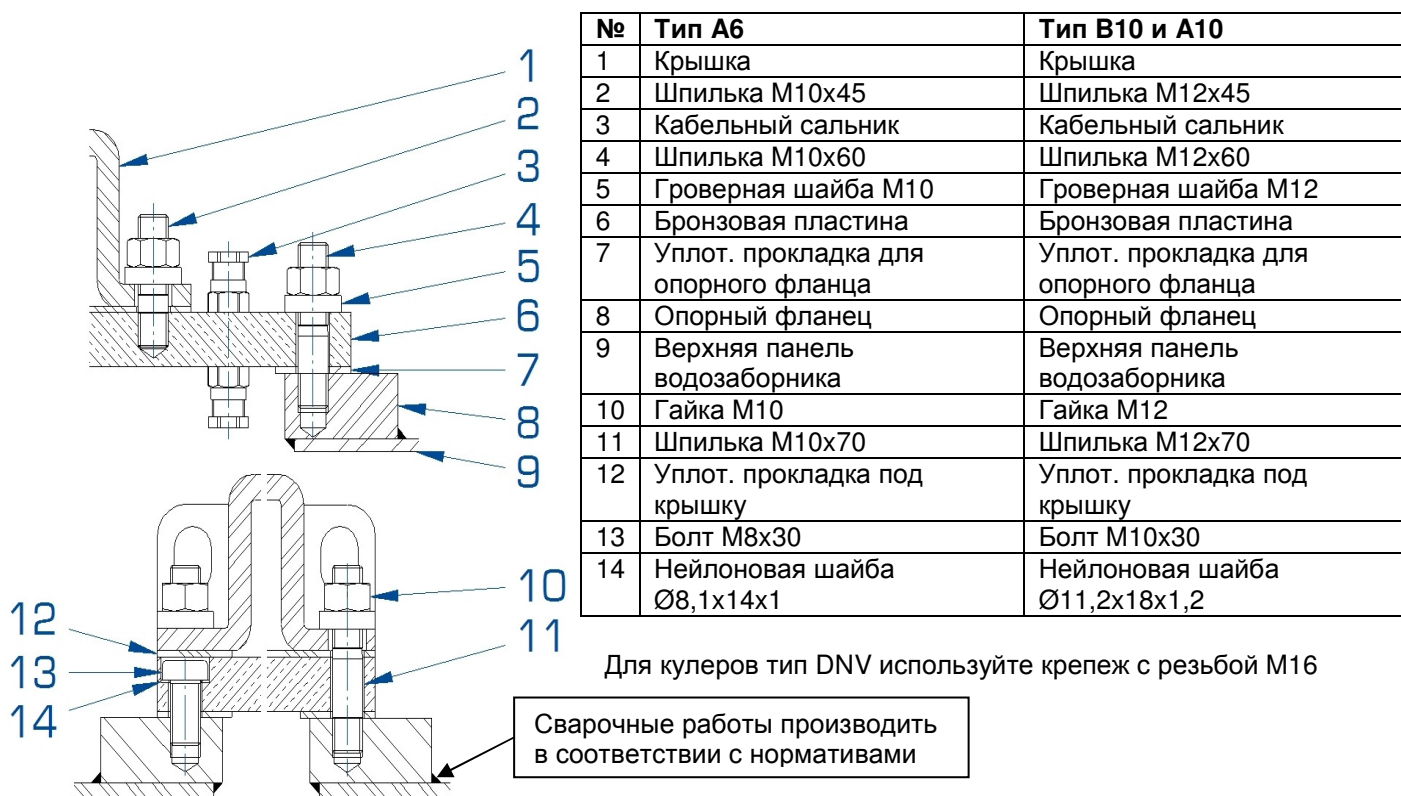

Рис. 2
- Установите уплотнительную прокладку под опорный фланец (1) (без перегородки)
- Установите блок (2) (включая кабельные сальники)
- Установите нейлоновые шайбы (3) (рис.2) в специально проделанные отверстия
- Вставьте болты (4) (рис. 2) и затяните их с усилием, указанным на стр. 10 руководства
- Установите уплотнительную прокладку под крышку (5) (с перегородкой, проследив за соответствием ребер прокладки и крышки блока)
- Установите крышку (6)